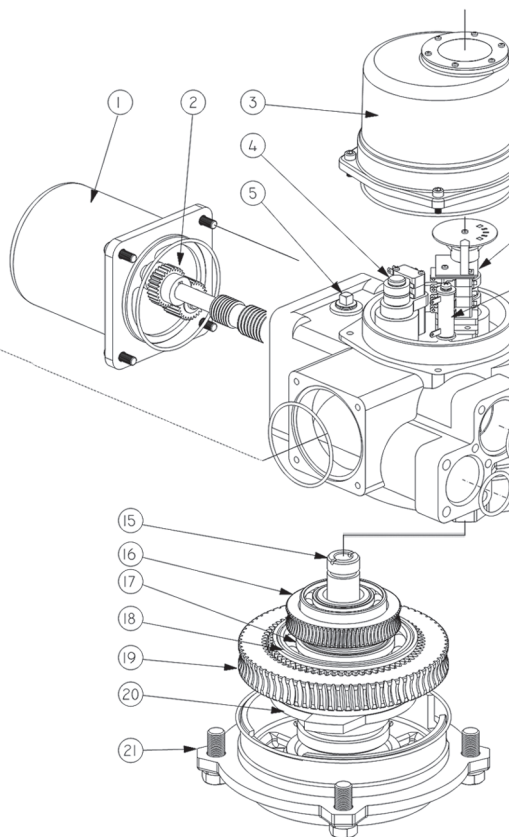
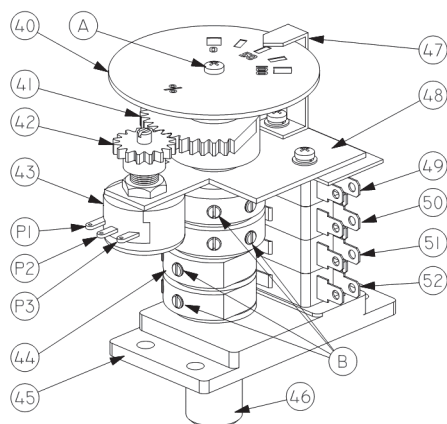
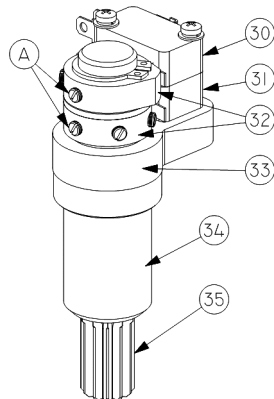

Рис.1 Электропривод ГЗ-ОФ
Рис. 2 Индикатор положения затвора арматуры
Рис.3 Двухсторонняя муфта ограничения крутящего момента
Электропривод состоит из следующих узлов и деталей (рис.1): электродвигателя (1); силового редуктора, в состав которого входит: червячный редуктор (11, 16), червячный редуктор маховика ручного дублера (13,19) и планетарная передача (18); двухсторонней муфты ограничения крутящего момента (моментной муфты) (4); ограничителя хода выходного вала (6); индикатора положения затвора арматуры (40, 47) (рис.2); выходного вала (15); механических упоров открытия и закрытия (9,10); клеммной колодки контактных соединений (23) и корпусных деталей.
Вращение электродвигателя (1) через прямозубую цилиндрическую шестерню (2) передается на червячный редуктор (11, 16), который соединен через планетарную передачу (18) с муфтой сцепления (20). Вращение муфты сцепления обеспечивает вращательное движение выходного вала (15). Выходной вал электропривода механически связан с индикатором положения затвора арматуры (40, 47) (рис.2) и ограничителем хода
Ограничитель хода выходного вала (6) механически связан с выходным валом (15). При достижении ограничителем хода выходного вала заданных параметров микровыключатели (49,50,51,52) (рис.2) отключают электроснабжение электродвигателя.
Индикатор положения затвора арматуры (40,47) (рис. 2) механически связан с валом ограничителя хода выходного вала. После надлежащей настройки указания индикатора соответствуют определенным положениям затвора арматуры независимо от режима работы электропривода – ручного или электрического.
При достижении предварительно установленной величины крутящего момента в положении ЗАКРЫТО или ОТКРЫТО, либо в случае аварийного заклинивания штока затвора арматуры в промежуточном положении, выходной вал (15) (рис.1) с червячным колесом (16) останавливается, а червяк (11), ввинчиваясь в венец червячного колеса (16), вследствие продолжающегося вращения ротора электродвигателя, начинает перемещаться в осевом направлении, сжимая тарельчатые пружины (12). Величина сжатия тарельчатых пружин определена настроенным крутящим моментом моментной муфты. Поступательное движение червяка (11) приводит к вращению вала моментной муфты (34) (рис.3). Кулачки (32), расположенные на валу моментной муфты, нажимают кнопки муфтовых микровыключателей (30, 31), размыкая цепь управления питанием электродвигателя электропривода.
2.6 МЕХАНИЧЕСКИЕ УПОРЫ (рис. 1)
Для управления электроприводом ГЗ-ОФ применяется электрическая схема, приведенная на рис.3. При достижении затвором арматуры конечных положений ОТКРЫТО или ЗАКРЫТО, срабатывают концевые микровыключатели 1КВ3 или 1КВ0, отключая питание электродвигателя электропривода. При превышении установленного крутящего момента при открытии или закрытии затвора арматуры, срабатывают муфтовые микровыключатели 1ВМ3 и 1ВМ0, отключая питание электродвигателя электропривода. Муфтовые микровыключатели 1ВМ3 и 1ВМ0 после срабатывания возвращаются в первоначальное положение при вращении вала в обратную сторону.
Снять крышку корпуса клеммных колодок контактных соединений (22) (рис.1). Подключить электропривод согласно схеме (рис.3). Закрывать крышку корпуса клеммных колодок. При помощи маховика перевести затвор арматуры в среднее положение. Далее проверить направление движения затвора арматуры при работе от электродвигателя на открытие и закрытие: диск индикатора положения затвора арматуры (40) (рис. 2) должен вращаться в сторону закрытия (открытия). Пуск осуществлять